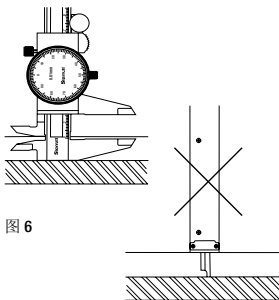

图 6
- 凸轮测量: 略微张开卡爪, 使其略大于凸轮宽度, 将划线面抵住凸轮底部。移动划线参照 (11) 面, 贴近部件表面 (图 6)。